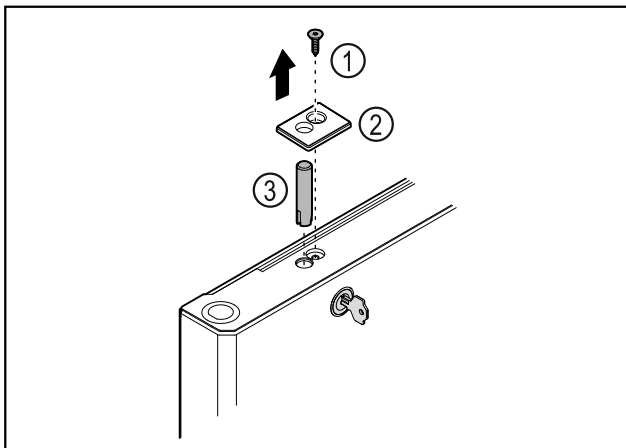

Fig. 38
- Retirar el tornillo Fig. 38 (1).
- Desencajar la cubierta Fig. 38 (2) con un destornillador pequeño y retirarla.
- Extraer el perno de cierre Fig. 38 (3).